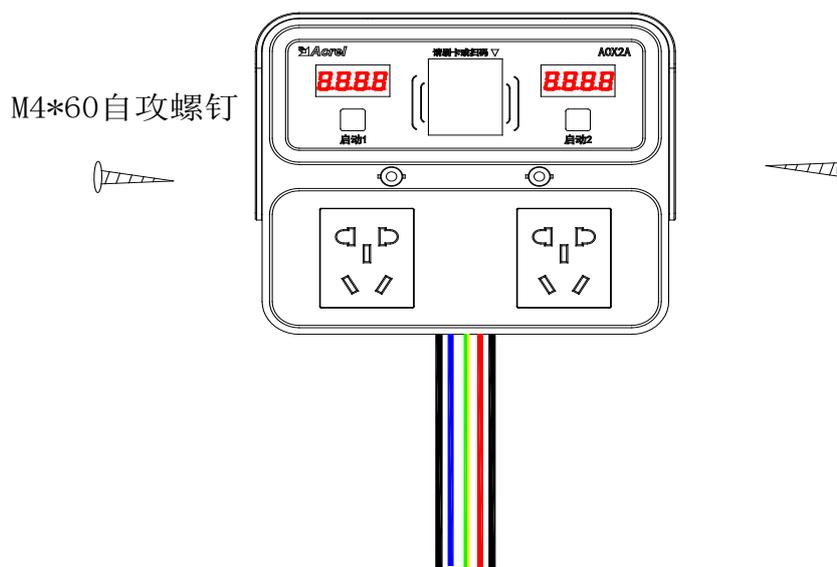

图 19
(3) 用 6 厘的钻头把 2 个孔打好钉入 2 个膨胀管，再将设备用 2 个 M4*60 的自攻螺丝钉打紧。如图 19 所示。